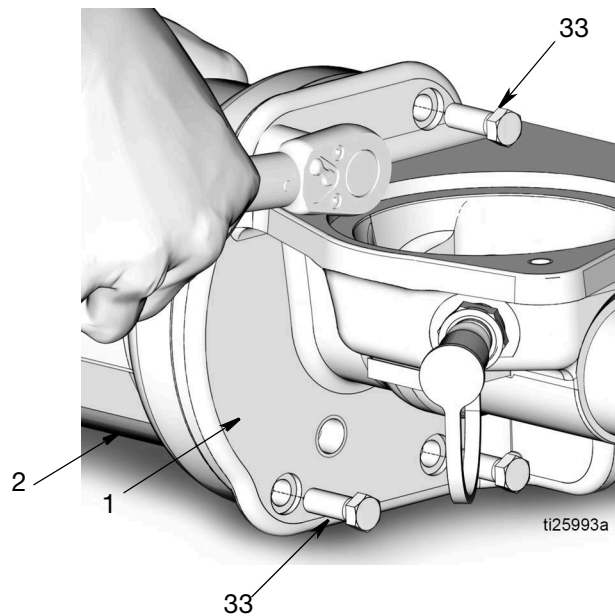

FIG. 17
14. Con una llave de tubo de 3/8 de pulgada, saque los 4 pernos (33) que sujetan el cilindro de aire (2) a la base de la bomba (1) (FIG. 17). Desmonte el cilindro de aire de la base de la bomba.